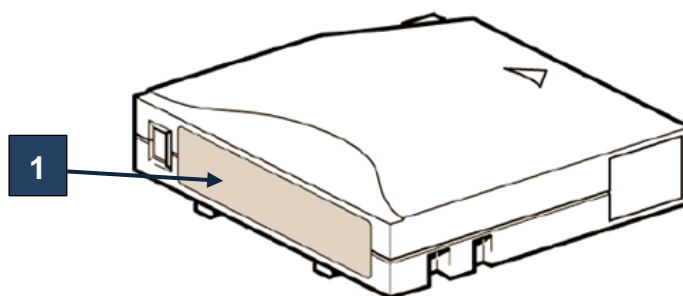

図 7: メディアへのラベルの貼り付け
- ラベルは、次の図に示す位置に貼ってください。(図 7 の 1 を参照)